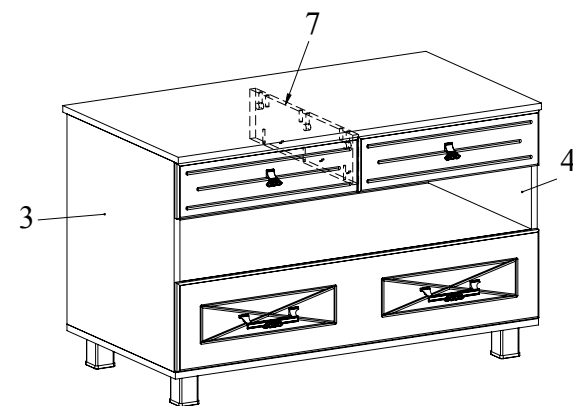

Рис.11
- Ящики установить на направляющие боковин 3, 4 и перегородки 7 (Рис. 11).